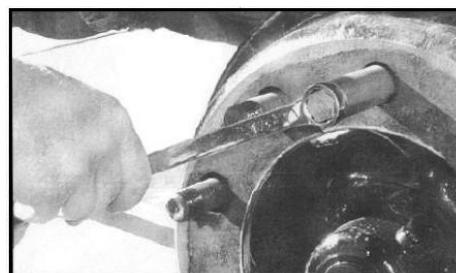

図2
- 2, オイルを塗布したホイールボルトに「ホイール・ガイド」を、手動工具のレンチ(19mm)を使用し、時計回転方向に回して締め付けて下さい (図2参照)。